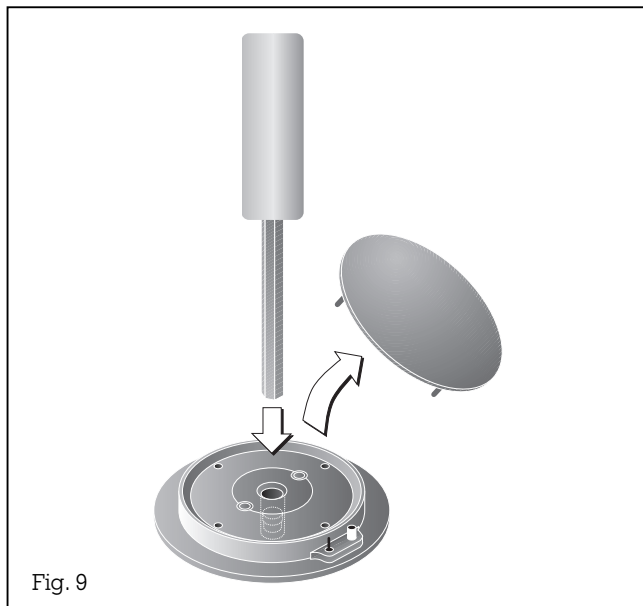

Fig. 9
- L'injecteur principal 2 est visible après enlèvement du couvercle du brûleur. Pour le dévisser, utiliser une clé à douille (fig. 9).